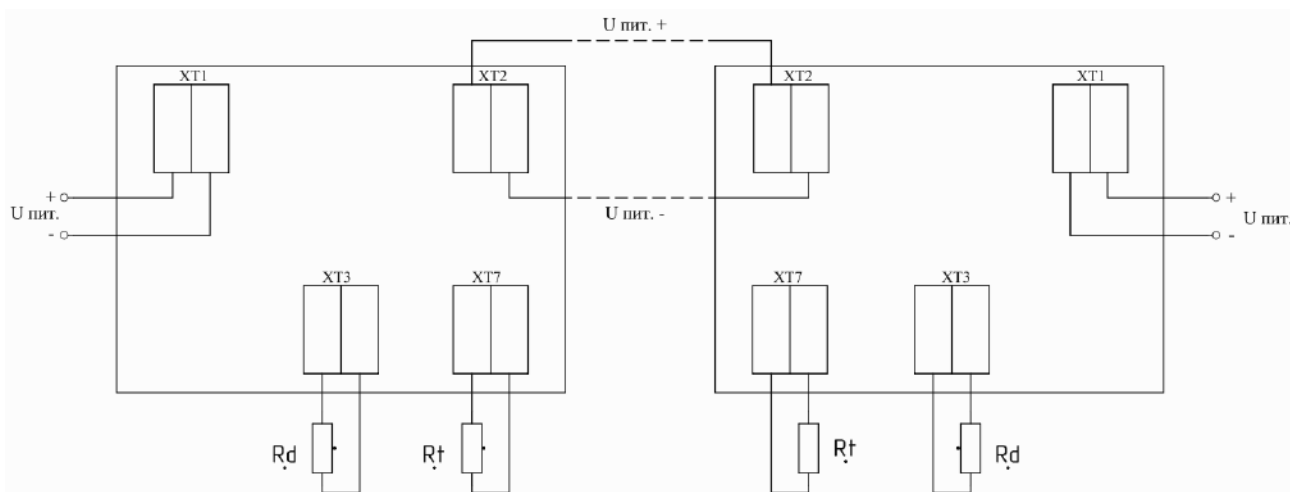

Рис. 1. Схема подключения извещателей в исполнении без адресной метки.
5.1 Общий вид извещателя приведен в приложении А рис.1. Извещатель состоит из пластмассового корпуса поз. 1, крышки поз. 2 и двух кабельных вводов поз. 3. Внутри корпуса установлена плата поз. 4 на одной стороне, которой
- подключить жилы вводного кабеля к клеммам ХТ1, а жилы выводного кабеля к двум контактам клемм ХТ2 (рис.1). Соответствующие контакты разъемов ХТ1 и ХТ2 электрически соединены через плату извещателя;
8.3. Произвести монтаж шлейфа сигнализации в соответствии со схемой, указанной для конкретного ППКП. Пример схемы включения извещателей в шлейф сигнализации приведен на рис.1.